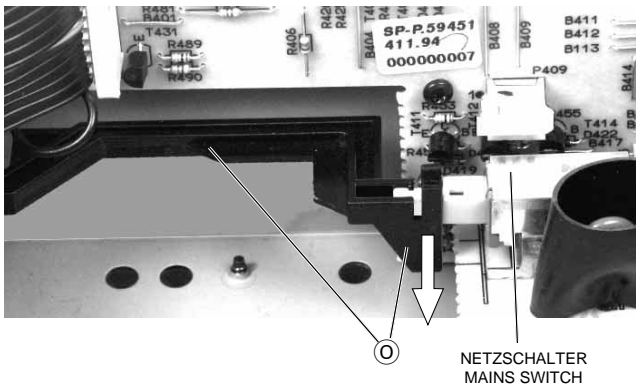

Fig. 6
- Netzschalter (Fig. 6) in Stellung "AUS" schalten.
- Netzschalterstößel (O) (Fig. 6) nach unten ausrasten.
- Set the mains switch (Fig. 6) to "OFF".
- Disengage the push-rod (O) of the mains switch (Fig. 6) towards the bottom side.